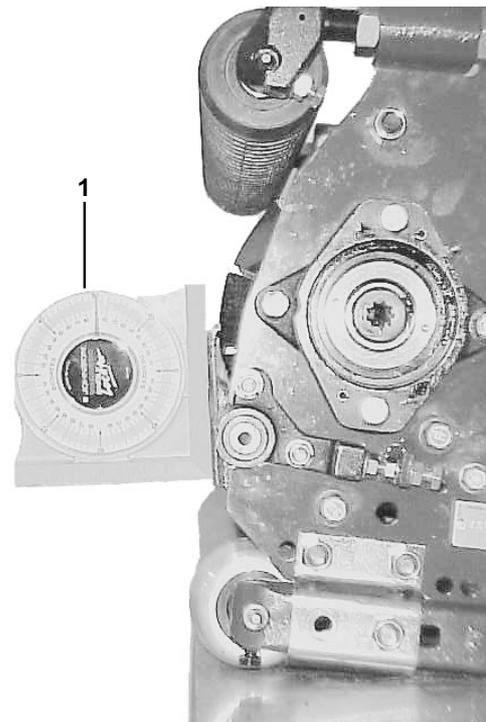

Bild 15
2. Legen Sie den Winkelmesser, TORO Bestell-Nr. 99-3503, an das Untermesser an und vermerken die Winkelstellung des Untermessers (Bild 15).